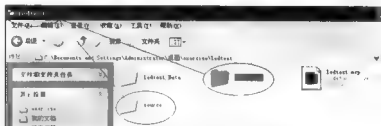

图6-4 复制startcode到ledtest目录下
(1) 参见本书2.2.1节的步骤，建立一个新工程(名字叫ledtest)，复制本书光盘startcode到ledtest目录下，为了以后管理代码方便，请读者在此目录下建立一个文件夹(命名为source)，所有的用户程序都保存在此文件夹下，这样利于源文件的管理，如图6-4所示。